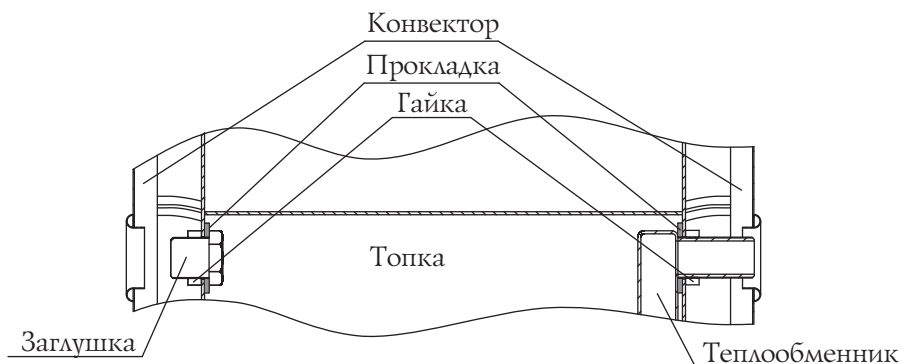

Рисунок 10. Демонтаж теплообменника и заглушек печи «Ангара 2012»
3. Снять теплообменник (рисунок 10) раскрутив гайки 2 шт. и вынув его из отверстий, прокладки остаются на штуцерах;